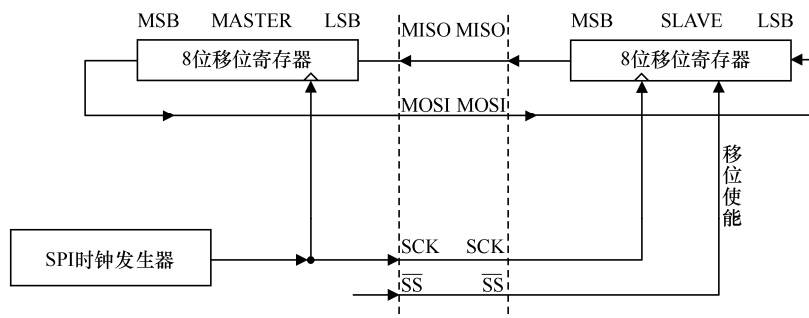

图 2.14 SPI 数据传输系统
当利用 SPI 为 ATmega128 (L) 与其他外设或芯片传输数据时，整个数据传输系统由主机和从机两部分构成，如图 2.14 所示。
下面对图 2.14 做两点说明：